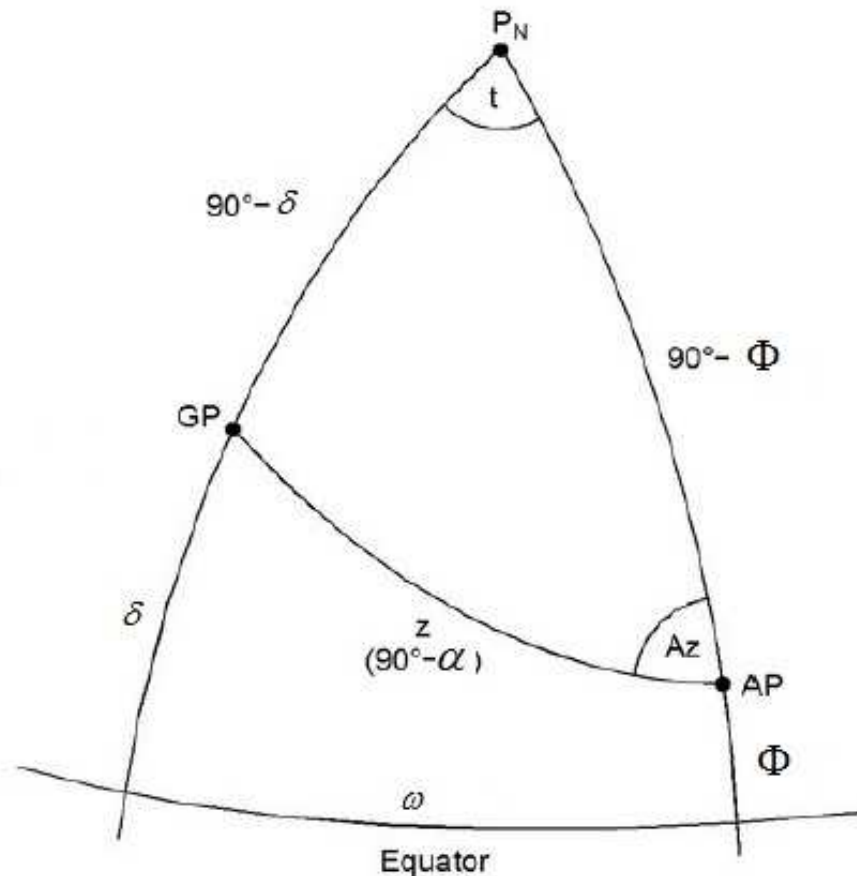

Fig. 4.1: Triángulo de navegación.
La fórmula que vamos a utilizar para calcular la latitud la obtenemos del triángulo de navegación. El triángulo de navegación (fig. 4.1.) es un triángulo esférico oblicuo formado por el polo Norte (PN), la posición en la que se encuentra el observador, en este caso nuestro robot (AP), y la posición en la que se encuentra el astro a observar, en nuestro caso el Sol (GP).